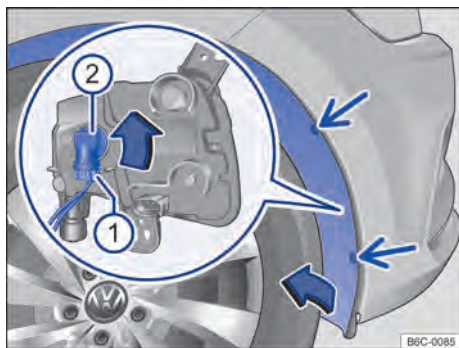

Fig. 166 Na caixa de roda dianteira: acesso à lâmpada incandescente do farol de neblina.
- 2** Remover os parafusos de fixação do revestimento da caixa de rodas → Fig. 166 (setas) com o auxílio de uma chave de fenda.
- 5** Retirar o conector de alimentação da lâmpada → Fig. 166 **1**, pressionar, ao mesmo tempo, a trava de fixação do conector.
- 6** Girar o soquete da lâmpada → Fig. 166 **2**, no sentido anti-horário até o batente, e desencaixá-lo do alojamento.
- 13** Recolocar os parafusos de fixação → Fig. 166 (setas) e apertá-los.